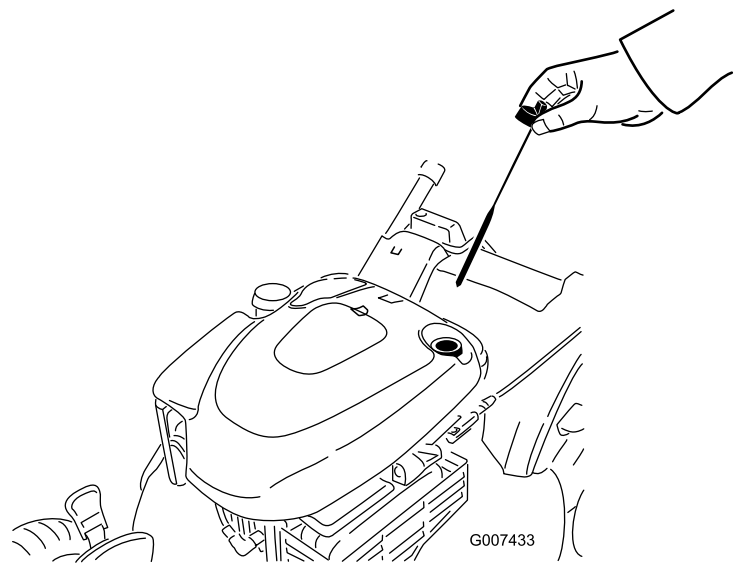

Bild 42
6. Nehmen Sie den Peilstab aus dem Öleinfüllstutzen (Bild 42).